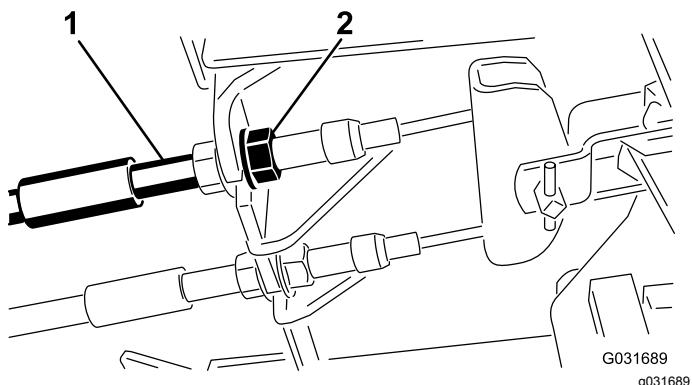

Figura 72
- Para reduzir a folga dos pedais dos travões, aperte os travões desapertando a porca dianteira que se encontra na extremidade rosada do cabo dos travões (Figura 72).